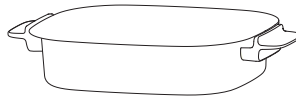

Fig 3
- ① Salvo requisitos especiales, durante la fritura al aire debe utilizarse una placa crujiente, ya que de lo contrario podría afectar al efecto de cocción.
- ② Coloque los ingredientes en una sola capa en el plato crisper, no los apile, de lo contrario puede afectar al efecto de cocción.
3.Sartén grill: la sartén grill se utiliza principalmente para freír o asar alimentos.(Fig 3)